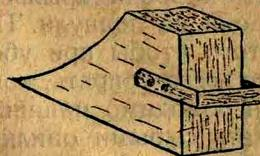

Рис. 297.
3) колодки под колеса, которые ставятся при пробе мотора (рис. 297);